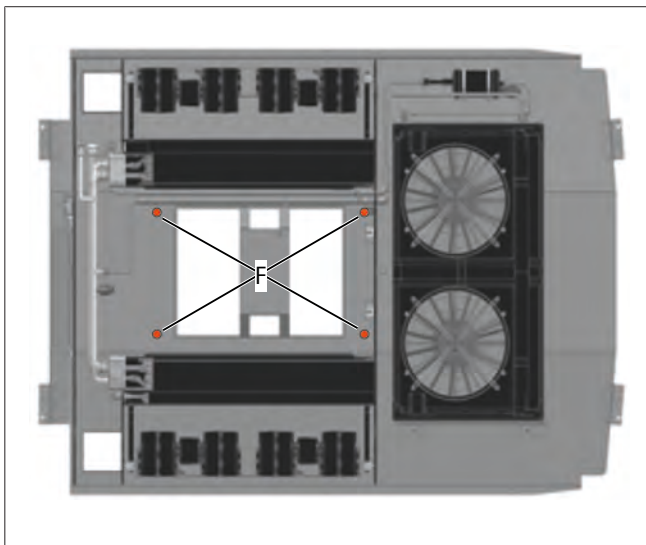

Abb. 9 Rahmenbefestigung der Klimaanlage
- ▶ Befestigungsmittel anziehen (siehe Abb. 9).